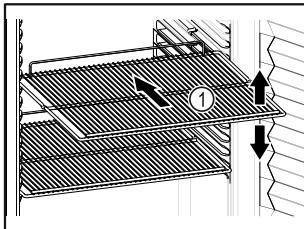

Fig. 60 Reprezentare exemplificativă
- Dacă grătarele tip poliţă Fig. 60 (1) pot fi mutate, adaptaţi-le în funcţie de înălţime.